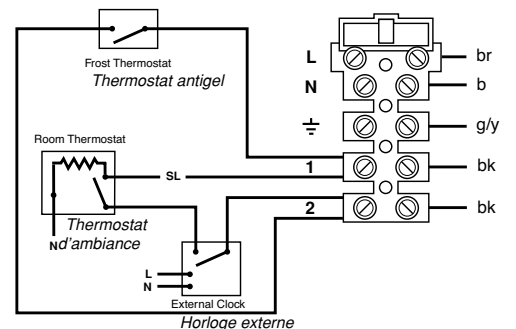

Fig. 26
6. Remove the link between terminal 1 and 2 and connect the cables from the external control (Fig. 26).
6. Enlever l'élément de liaison entre les bornes 1 et 2 et brancher les câbles sortant de la commande externe (Fig.26).
NOTE: If the room thermostat being used incorporates an anticipator it **MUST** be wired as shown in Fig. 26
REMARQUE : Si le thermostat d'ambiance utilisé incorpore une résistance accélératrice, il doit être câblé comme le montre la Fig. 26